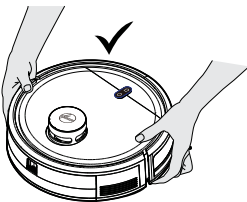

Abb. 19
**WICHTIG:** Achten Sie, bevor Sie Wartungsarbeiten durchführen, immer darauf, dass Ihr Gerät ausgeschaltet ist. Verwenden Sie zum Heben und Tragen immer zwei Hände und stellen Sie sicher, dass der Roboter dabei waagrecht gehalten wird. [Abb. 19]